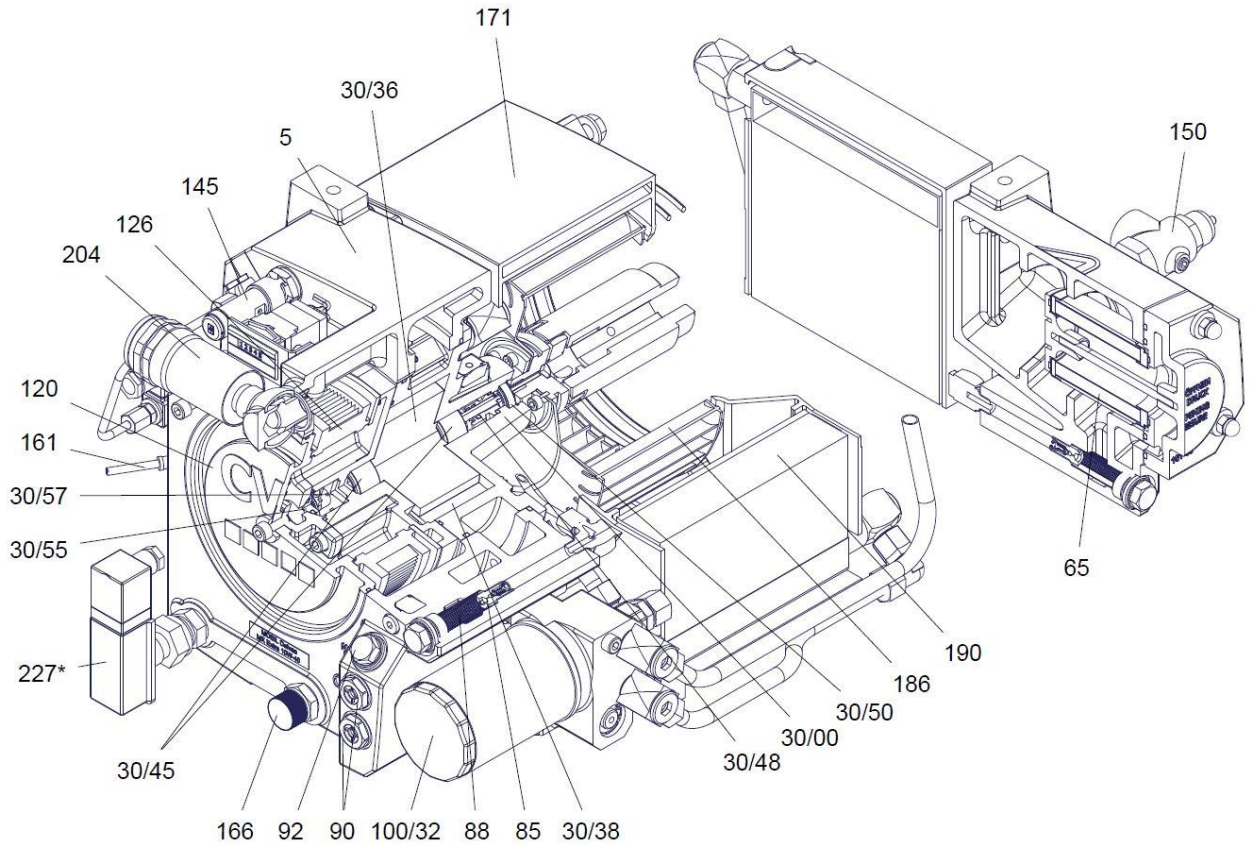

Fig. 5 : Structure du compresseur RPO
4.3.1 Filtre à air (Fig. 5 : Pos. 126)
4.3.2 Filtre à huile (Fig. 5 : Pos. 100/32)
4.4 Refroidisseur d'huile (Fig. 5 : Pos. 190)
4.5 Thermostat (Fig. 5 : Pos. 100)